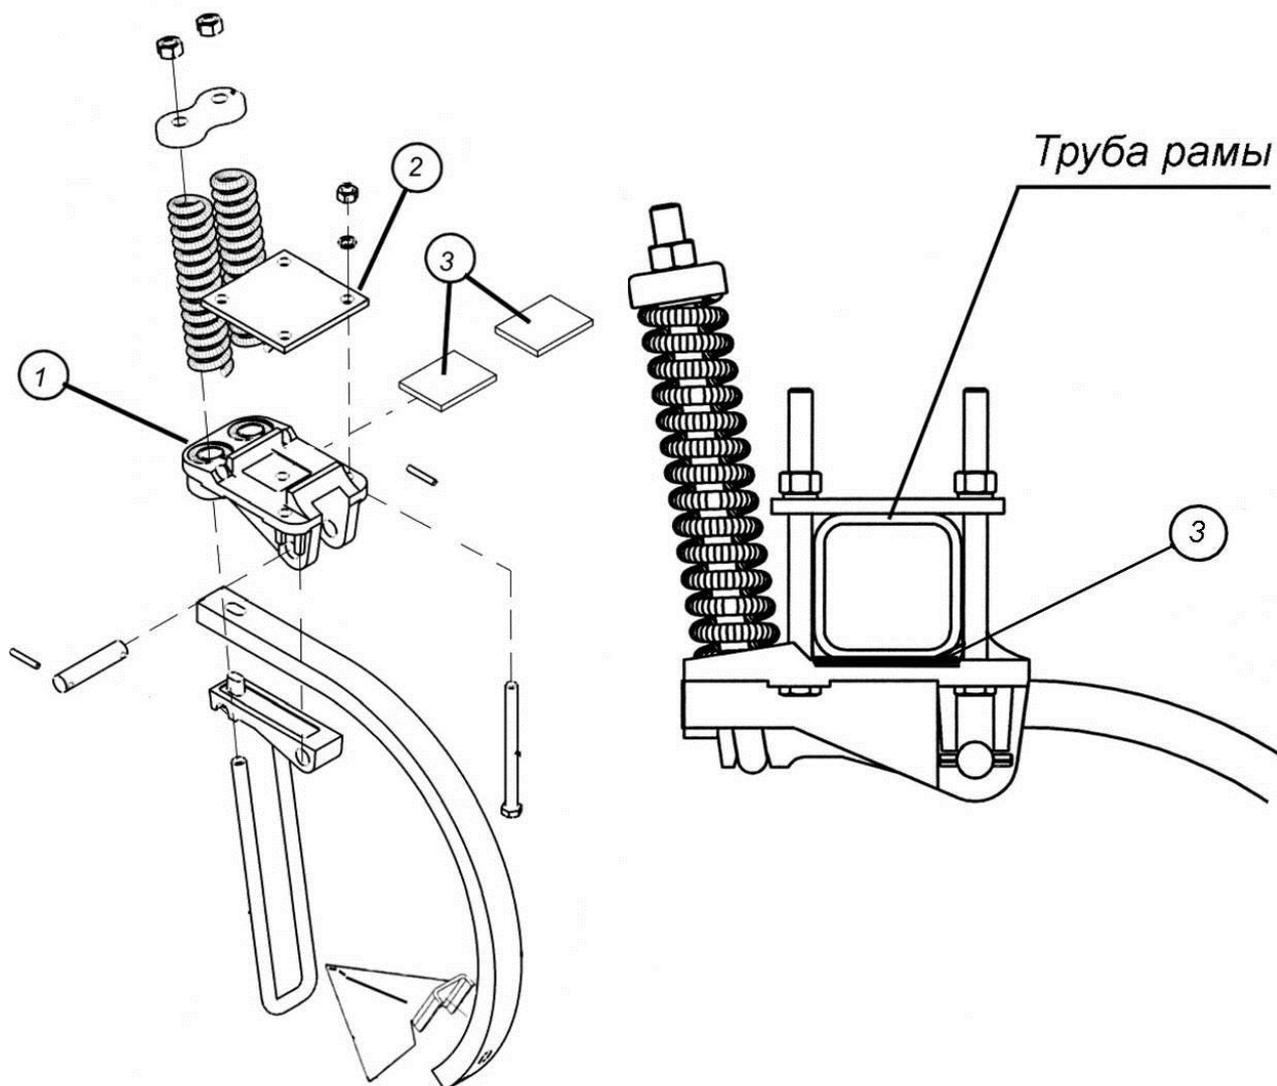

Рис. 4.4.1. Крепление стойки сошника на раму
4.4.2. Установите кронштейн стойки 1 в сборе (рис. 4.4.1) под раму посевного агрегата. Сверху на раму установите пластину 2 и закрепите четырьмя болтами (M16x165) и гайками, подложив пружинные шайбы, необходимо следить, чтобы головки болтов и пружины попали в соответствующие углубления.